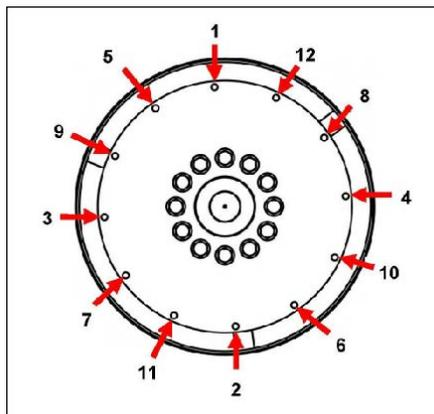

FIGURA 22. SEQUÊNCIA DE FIXAÇÃO
10. Retire as cavilhas-guia. Monte os parafusos de acoplamento utilizando anilhas de grande calibre por debaixo das cabeças. Aperte os parafusos para fixar o disco de acoplamento ao volante do motor, de acordo com a sequência ilustrada em Figura 22 na página 46.